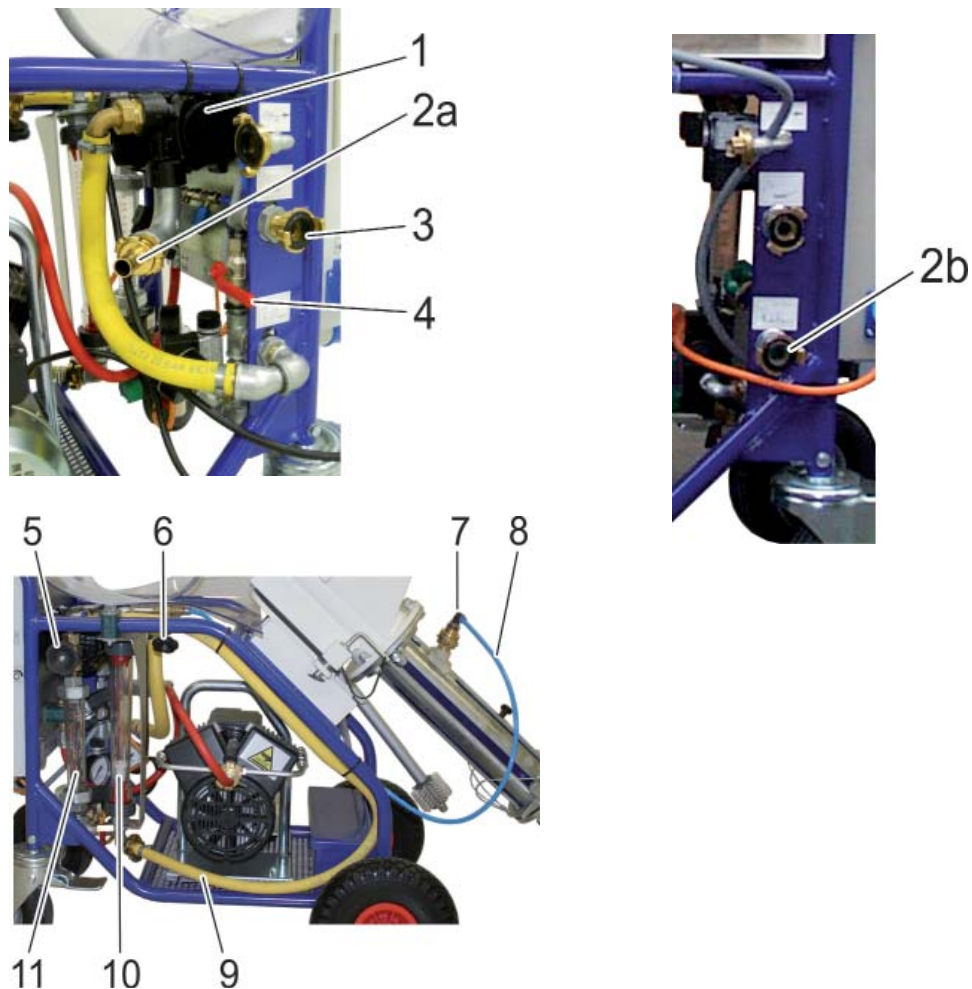

Рис. 6: Водопроводная арматура
- Подсоедините переходник M35/GEKA к муфте GEKA патрубка подачи воды (рис. 6, поз. 4).
- Откройте сливные краны водопроводной арматуры (рис. 12, поз. 1) и запорный кран выпуска воды (рис. 6, поз. 4) и опорожните водопроводную арматуру.